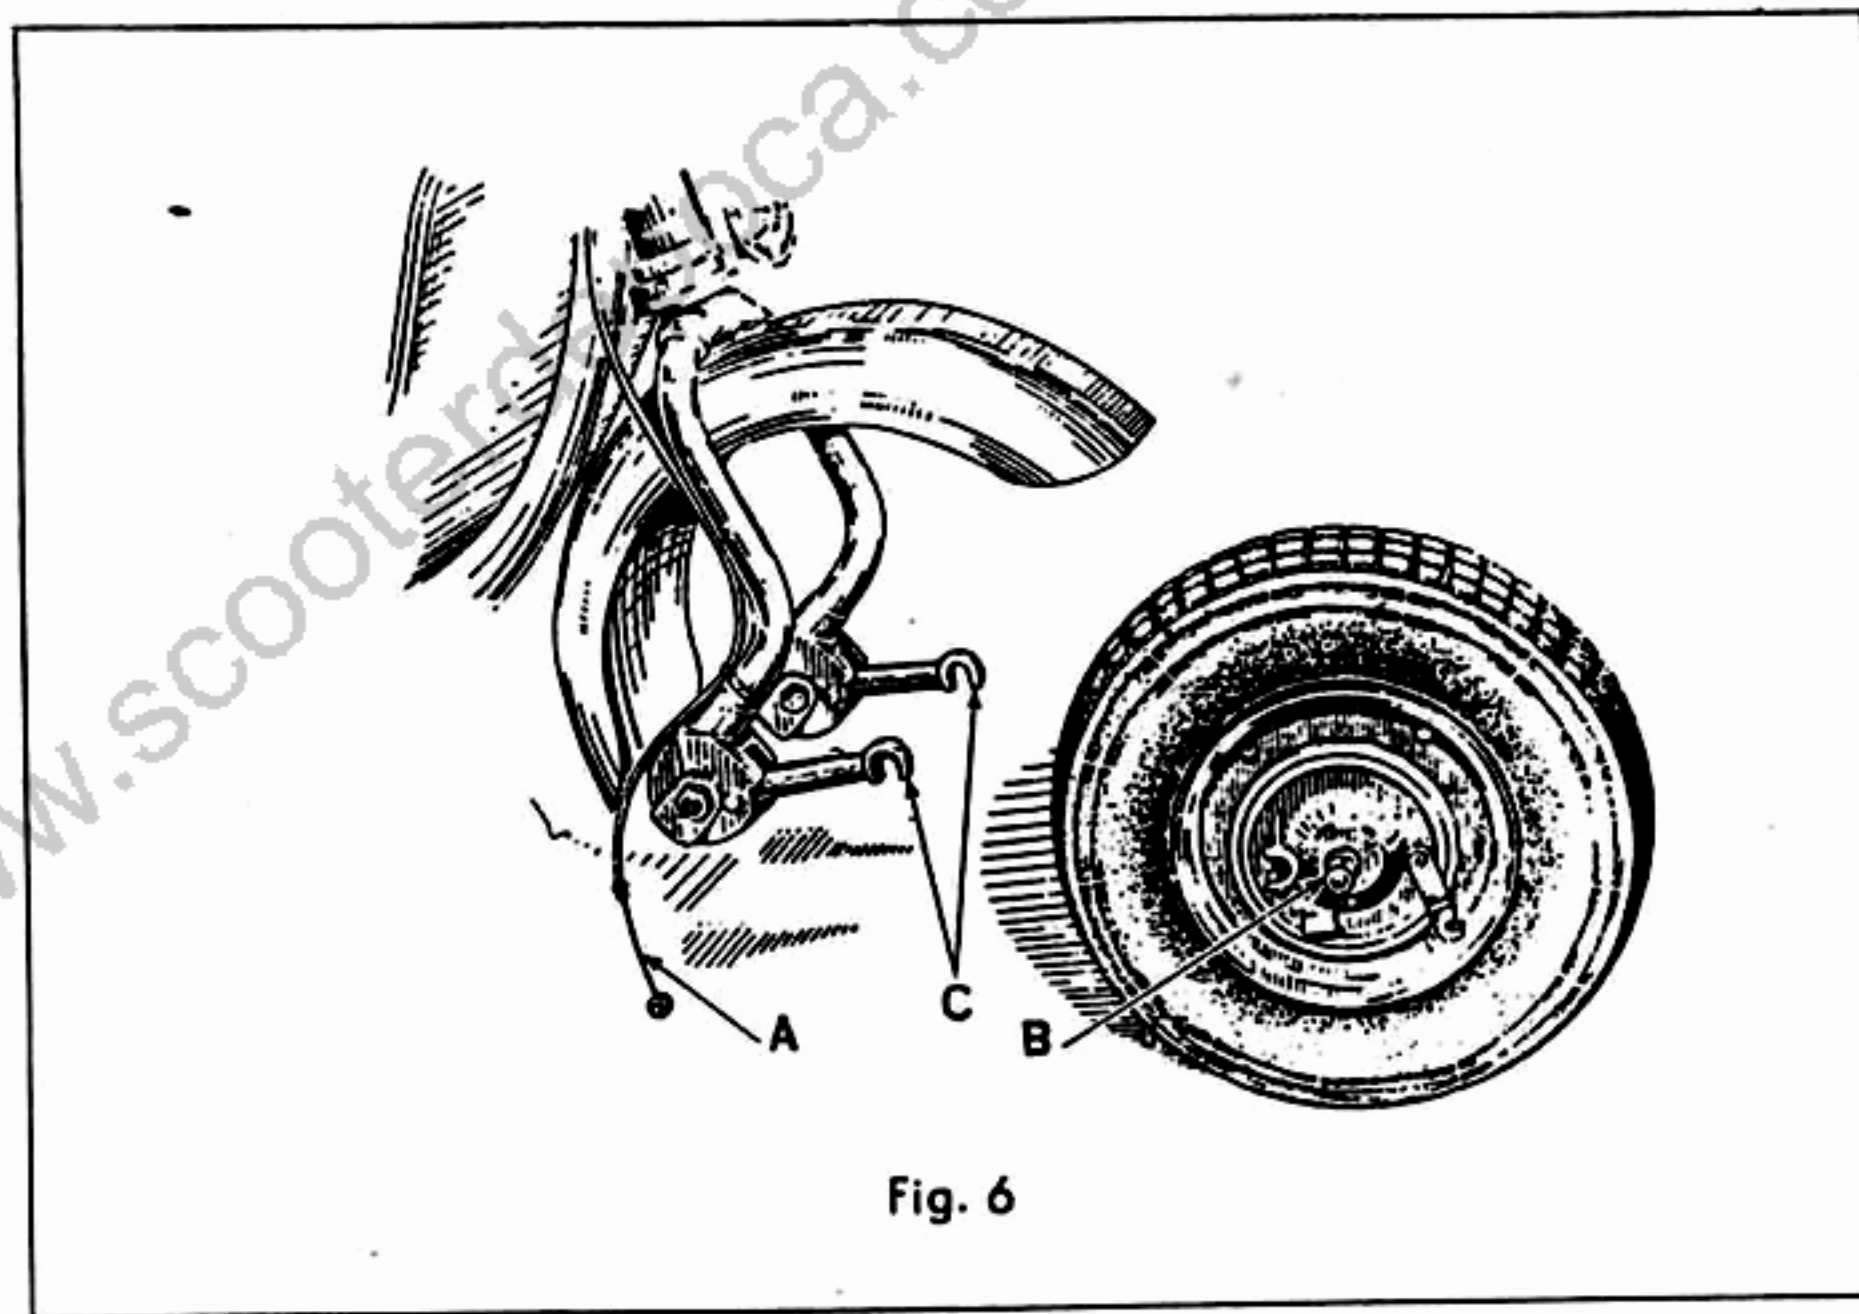

Fig. 6
Per smontare la ruota anteriore (fig. 6) staccare dapprima da essa il cavo comando freno (A) indi svitare i due dadi laterali (B) che la bloccano alle levette oscillanti (C) e spostare le rondelle sotto i dadi, incassate nelle levette stesse.